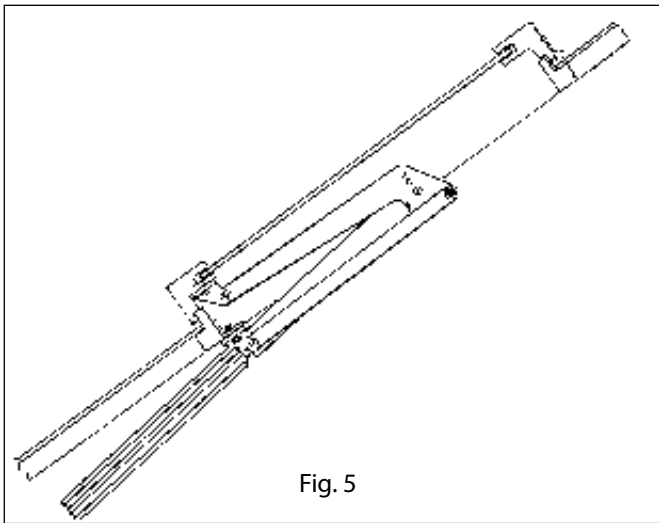

Fig. 5
- .1 Zuerst ist zu entscheiden, in welche Richtung Feder/Stoßdämpfer und damit später auch der Zylinder wirken sollen (siehe Abb. 5+6). Ist die Feder auf der falschen Seite vormontiert, kann sie ausgebaut und um 180° gedreht eingebaut werden (Siehe Abb. 2+3+4).
- .4 Die Schraube zur Zugentlastung so weit schrauben bis sich die Arme in der gewünschten Position befinden. Die Befestigungsbeschläge jetzt bei geschlossenem/r Fenster/Klappe mit den Schrauben am Rahmen und Blendrahmen befestigen (siehe Abb. 5+6). Achten Sie darauf, dass die dem Fenster am nächsten liegenden Arme parallel zum Fenster stehen (siehe Abb. 5+6).